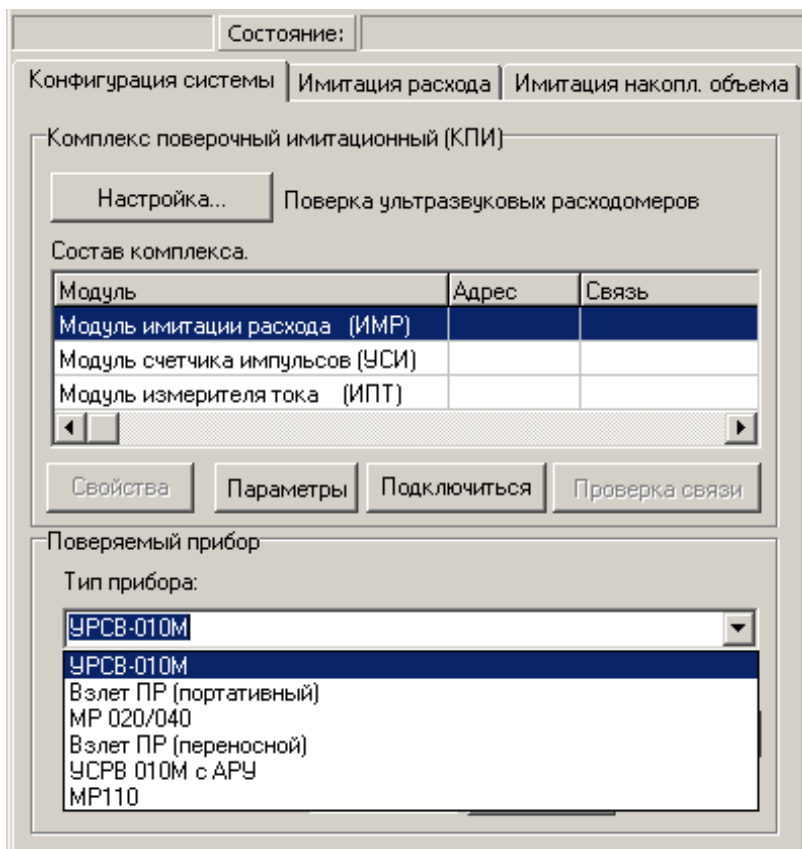

Рис.7. Вид основного окна со списком типов поверяемых приборов.
- 2.4.1.6. Тип поверяемого прибора выбирают из списка, который разворачивается после активизации кнопки со стрелкой, расположенной справа от поля ввода **Тип прибора** (рис.7).